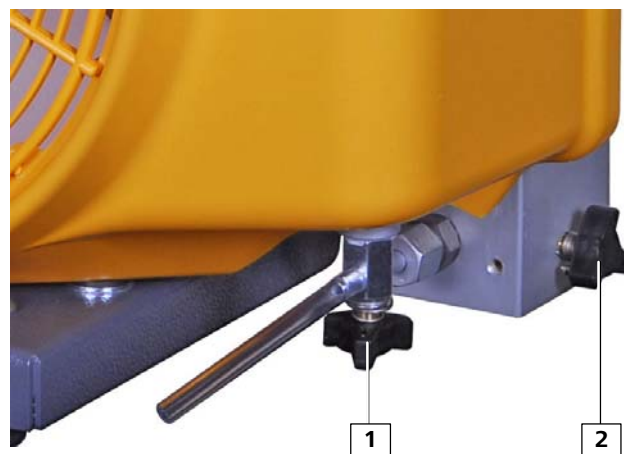

Fig. 5 Kondensatavtappningskrantar
2. Öppna kondensatavtappningskran (1, Fig. 5) på mellanavskiljaren (för aggregat dessutom kondensatavtappningskran på slutavskiljaren (2, Fig. 5)), så att trycket kan strömma ut och motorn kan startas utan belastning.
4. Efter att nominellt varvtal på kondensatavtappningskranen uppnåtts (1, Fig. 5) för stäng mellanavskiljaren (för bensenaggregat dessutom kondensatavtappningskran (2, Fig. 5) på slutavskiljaren).